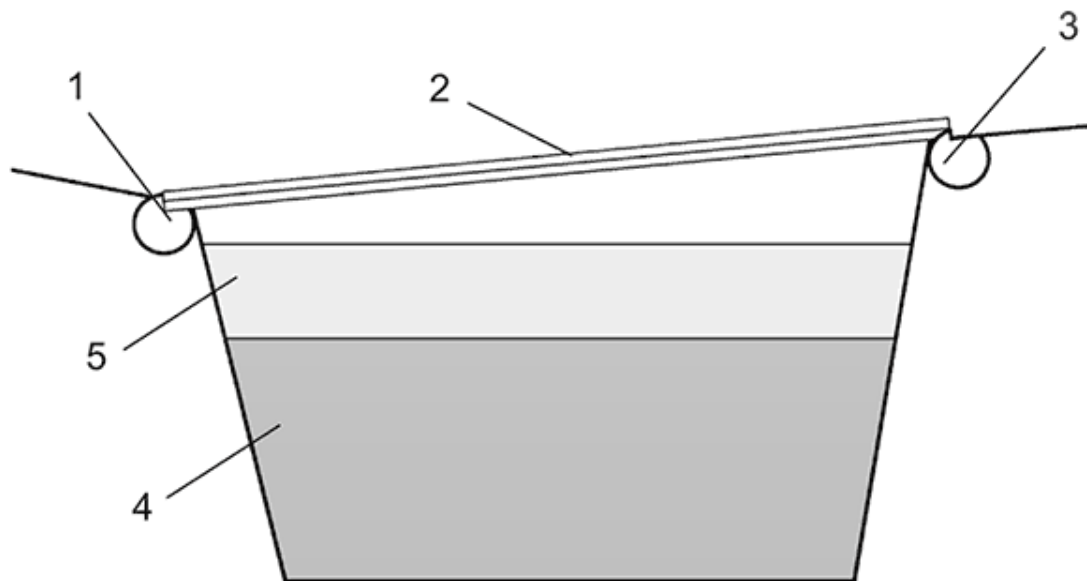

Рис. 6. Русский парник на биологическом обогреве: 1 – южный парубень; 2 – парниковая рама; 3 – северный парубень; 4 – биотопливо; 5 – питательный грунт.
**Русский односкатный парник** (рис. 6). Его легко сделать своими силами. Вначале роют котлован глубиной 50–60 см, ширина его в верхней части 145–150 см, внизу – 120 см. Направление котлована – с запада на восток. По краям его кладут обвязку (опору для парниковых